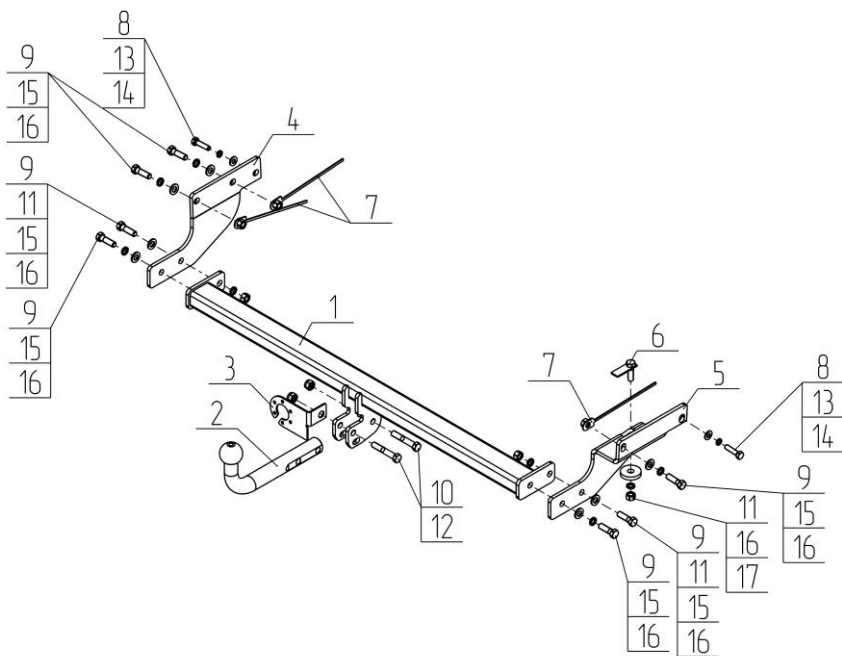

Рис.1.
- Закрепить боковые кронштейны поз.4,5 с помощью крепежных элементов указанных на Рис.1. Крепеж не затягивать;